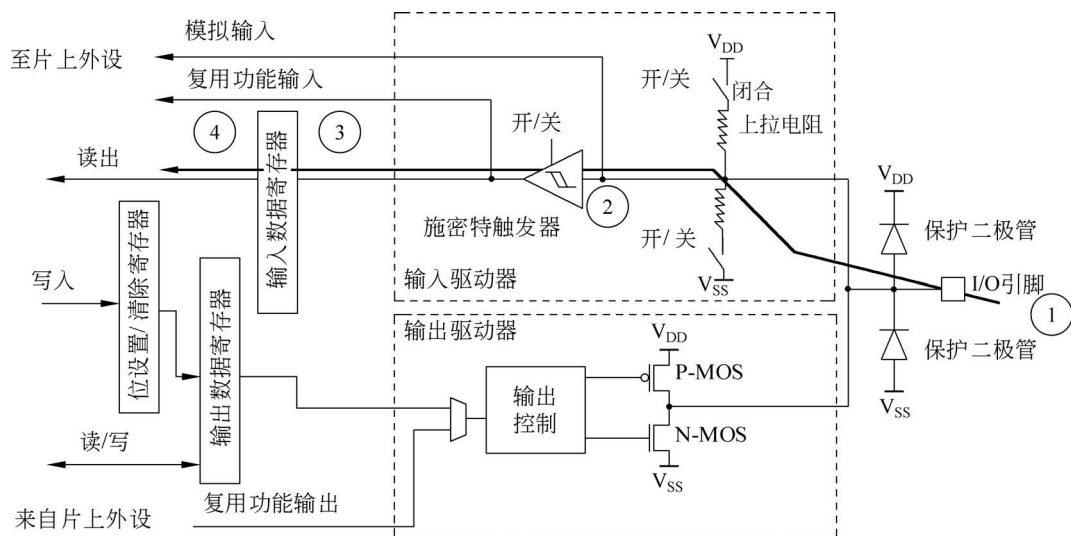

图 3-10 上拉输入模式
若 I/O 端口①处为高或低电平的输入时, 情况和浮空输入模式下相同; 若 I/O 端口①处悬空, ②处电平为高电平 V_{DD} , 经过 TTL 施密特触发器后, ③处为 1, 如图 3-10 所示。
端口控制寄存器 1(GPIOx_CTL1)用来配置 GPIOx 的高 8 个引脚的工作状态,如图 3-10 所示。该寄存器的地址偏移量为 0x04,复位值为 0x4444 4444,该寄存器只能按字(32 位)访问。